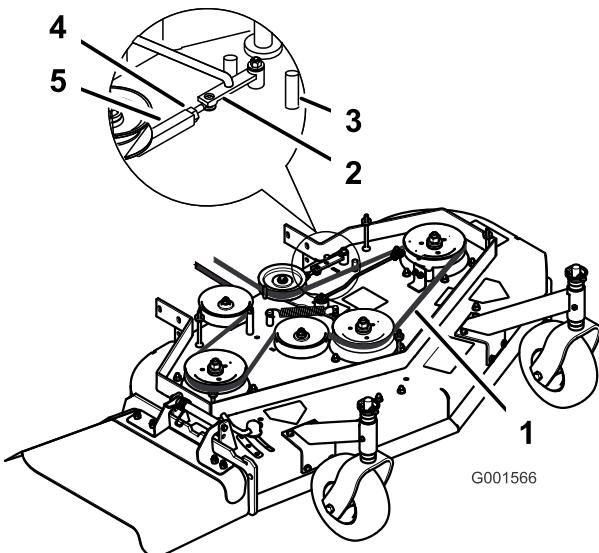

Figure 39
- Desserrez le contre-écrou sur le tendeur (Figure 39).
- Tournez le tendeur vers l'arrière du tablier de coupe pour augmenter la tension sur la courroie. Tournez le tendeur vers l'avant du tablier de coupe pour réduire la tension sur la courroie (Figure 39).